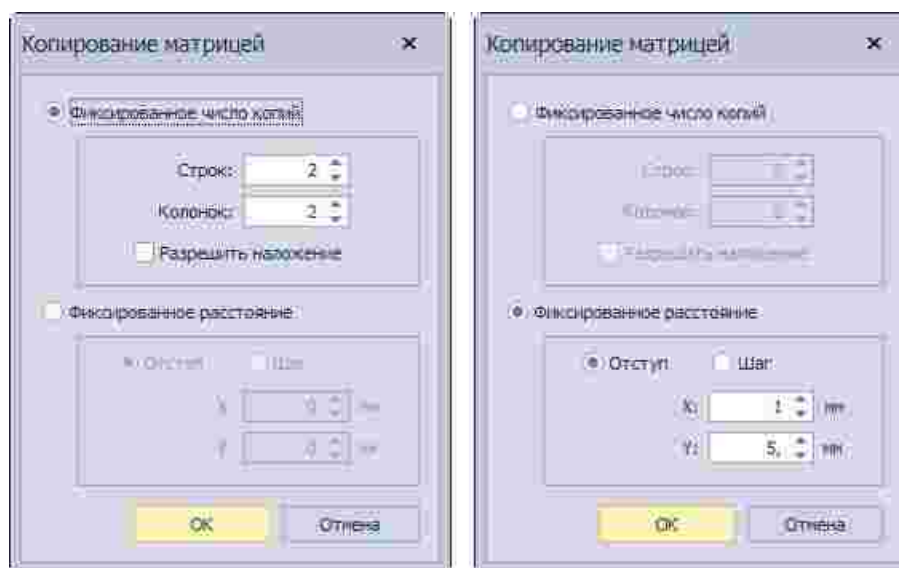

Рис. 189 Настройка параметров при копировании объектов матрицей
3. Установить необходимые параметры копирования матрицей: по «Фиксированному числу копий», либо по «Фиксированному расстоянию» в появившемся окне «Копирование матрицей», см. Рис. 189.